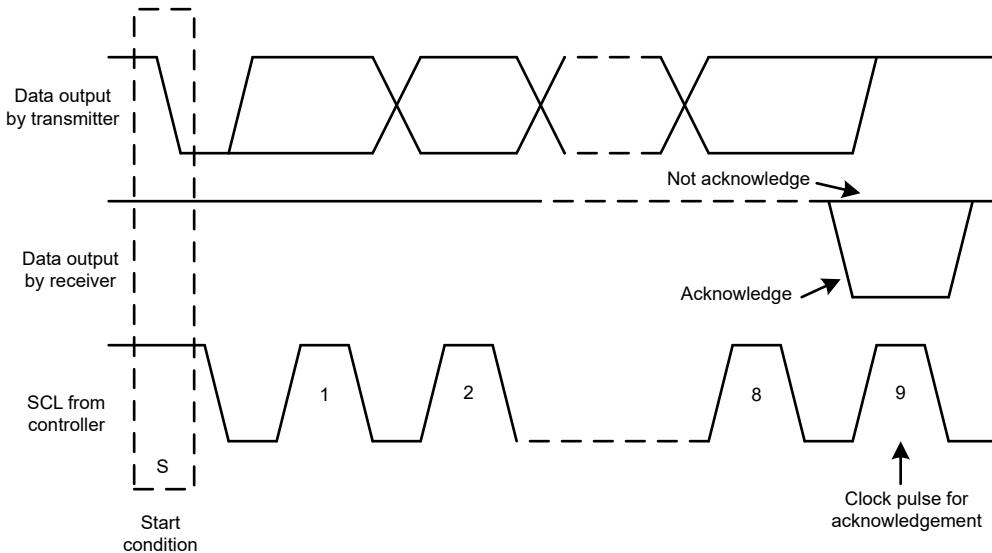
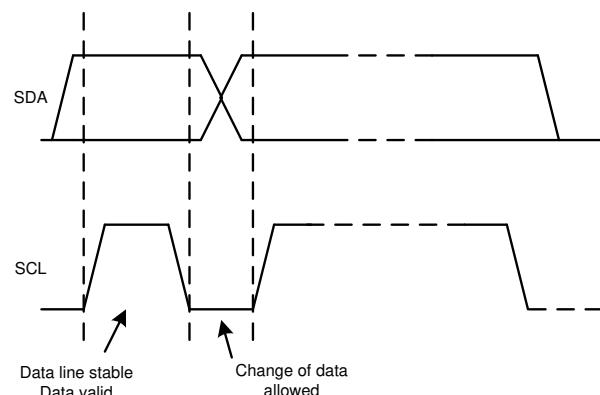

图 6-20. I²C 总线上的确认和非确认
图 6-22. 在 I²C 总线上的位传输
除了特定的时序信号外，I²C 接口还使用串行字节。在每个字节结束时，第九个时钟周期会生成并检测一个确认信号。确认是指 SDA 线在第九个时钟周期的高电平期间被拉低。图 6-20 所示为非确认，是指 SDA 线在第九个时钟周期的高电平期间保持高电平。
2. 控制器随后产生 SCL 脉冲，并在 SDA 线上发送 7 位地址和读取/写入方向位 (R/W)。在所有传输期间，控制器确保数据有效。图 6-22 显示，有效数据条件要求 SDA 线在时钟脉冲的整个高电平期间保持稳定。所有器件都识别控制器发送的地址，并将其与相应内部固定地址进行比较。只有具有匹配地址的目标器件才会通过在第 9 个 SCL 周期的整个高电平期间拉低 SDA 线来生成确认（另请参阅图 6-20）。当控制器检测到此确认时，则表示与目标的通信链路已建立。